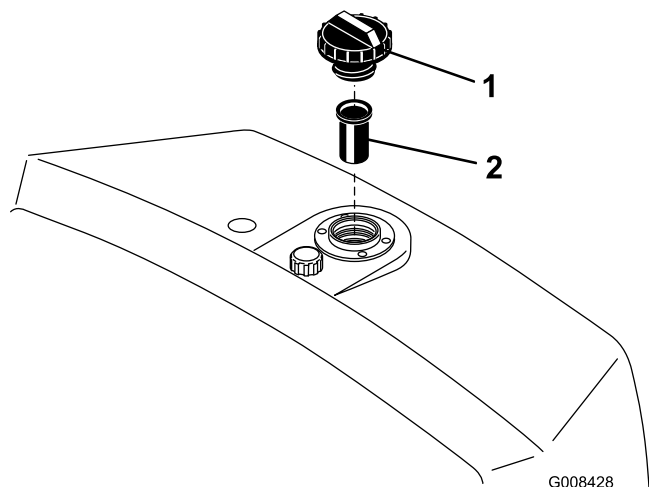

図 26
2. タンクからキャップを外して油量を点検する。補給口の首の根元部分まであれば適正である図 26